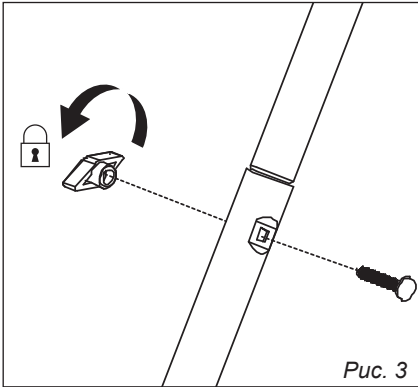

Рис. 3
2. Вставьте болт в отверстия и затяните болт для фиксации соединения в отверстиях, чтобы освободить ход винта, *рис. 3*.